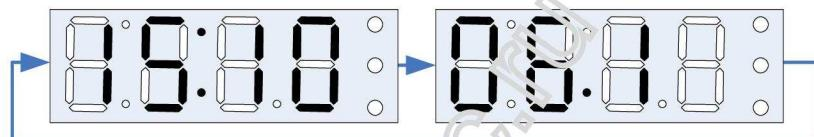

Рис.17
2.3.12 Для просмотра времени и скорости прохождения СОД необходимо кратковременно (не менее 1 сек. и не более 2 сек.) нажать кнопку «Контроль». После этого на индикаторе отобразится время регистрации (часы и минуты) и скорость прохождения СОД (км/ч), сопровождаемые кратковременными звуковыми сигналами. Для примера на Рис.17 показана информация о регистрации СОД в 15 часов 10 минут, скорость прохождения 6,1 км/ч.